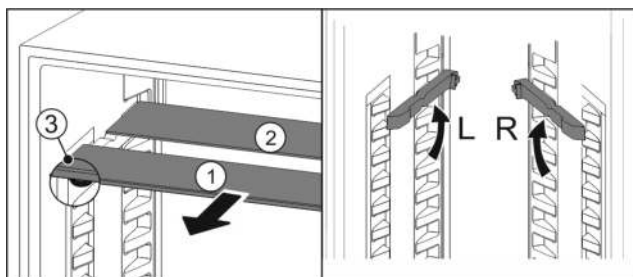

Fig. 123
- Glasplatten einzeln nach vorne herausziehen Fig. 123 (1).
- ▷ Glasplatte Fig. 123 (1) mit Zierleiste liegt vorne.
- ▷ Stopps Fig. 123 (3) zeigen nach unten.